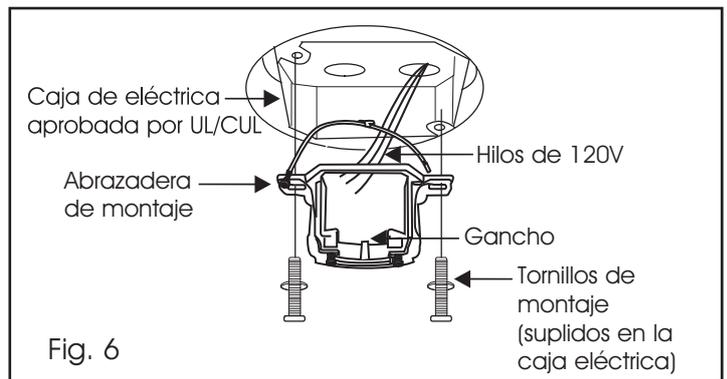

Fig. 6
**Paso 3.** Pase los hilos de 120 voltios a través del agujero central del soporte de suspensión del techo tal y como se muestra en la. (Fig. 6.)